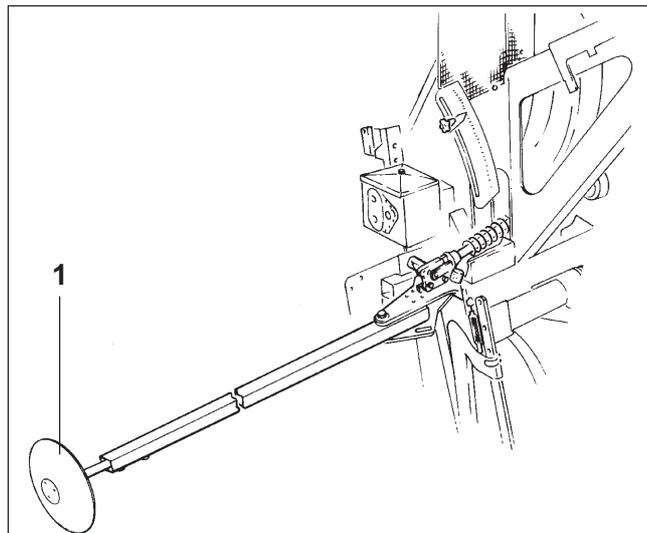
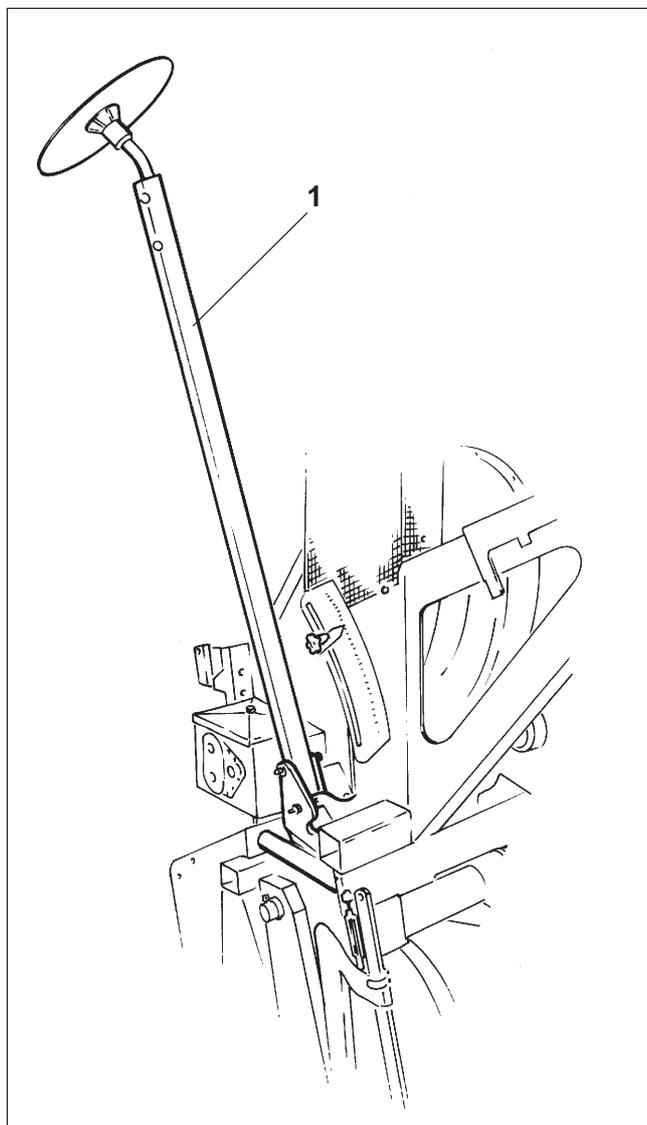

Fig. 23.1
Fig. 23.2
La sembradora viene provista de dos trazadores (fig. 23.1) para **marcar una huella en el centro del tractor**. Después de girar en el extremo de la parcela, el tractor avanza siguiendo la huella marcada en la parada anterior.
La huella es trazada mediante un disco marcador (fig. 23.1/1) durante la siembra.
Después de girar al final de la parcela, se eleva el trazador de huella (fig. 23.2/1) que ha trabajado y se baja el del lado opuesto.
- Llevarlo desde la posición de transporte (fig. 23.2) a la posición de trabajo (fig. 23.1) y viceversa.